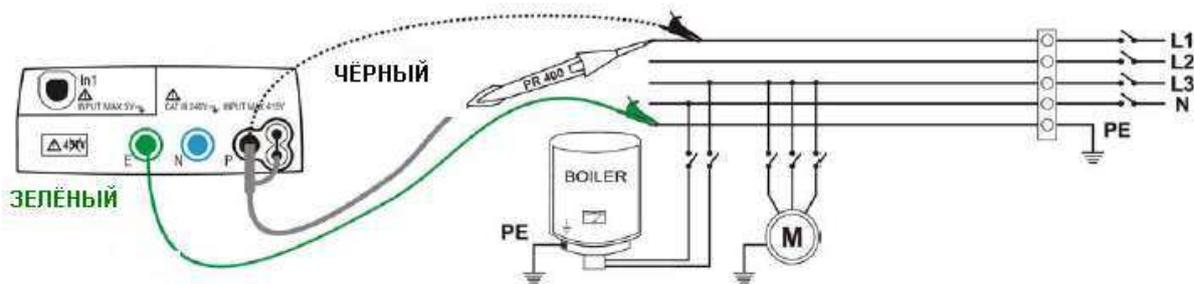
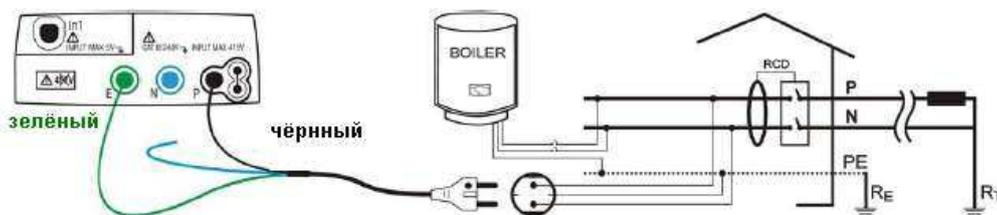

Рис.8: Прибор подключен к сети при помощи отдельных измерительных проводов и опционального щуп-пробника
Рис.9: Прибор подключен к сети при помощи кабеля-переходника (shuko cable)
соединения с гнездом **P** прибора одного из штекеров многополюсного соединителя. Данные схемы подключения изображены на рис. 8 и рис.9
6. Подключите измерительные провода к объекту тестирования как изображено на рис. 8 и рис.9